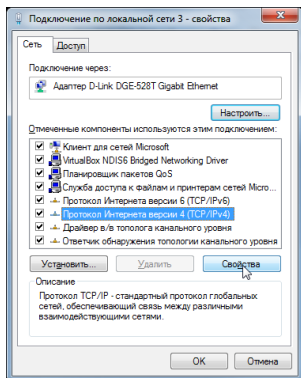

Рис. 15 Окно свойств сетевого подключения
- Для **Windows XP**: Пуск → Панель управления → Сетевые подключения, для **Windows Vista и новее**: нажать комбинацию клавиш Win (I) + R, ввести в открывшемся окне «Выполнить» команду **ncpa.cpl** и нажать клавишу Enter.
- В появившемся окне выбрать пункт «Протокол Интернет версии 4 (TCP/IPv4)» и нажать кнопку «Свойства» (рисунок 15):